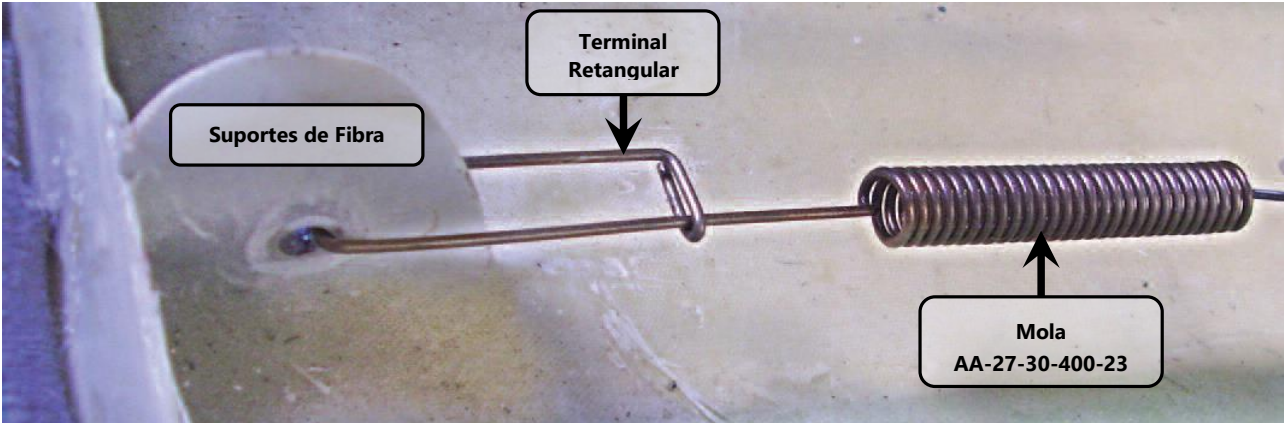

Figura 27.30.9 – Fixação do da mola ao suporte de fibra
- 4- Instalar a extremidade retangular da mola AA-23-30-400-23 no suporte de fibra laminado na aba do bagageiro, conforme figura 27.30.9.